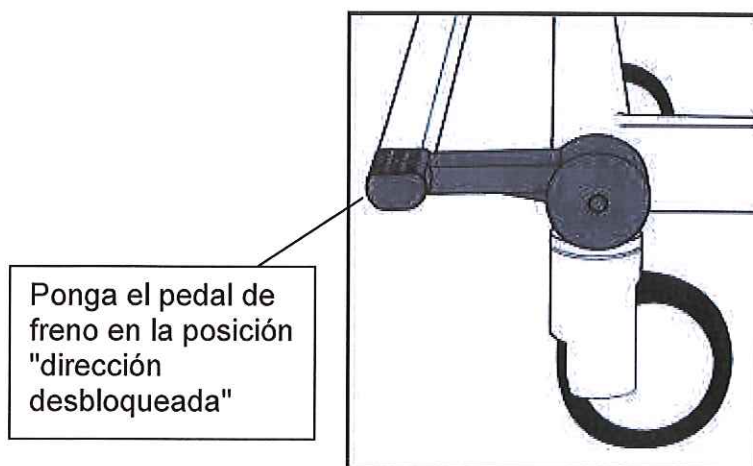

Fig. 2 - Posición de "dirección desbloqueada"
2. Compruebe que los frenos estén desbloqueados y el pedal de freno en la posición "dirección desbloqueada". **(Véase la Fig. 2)**